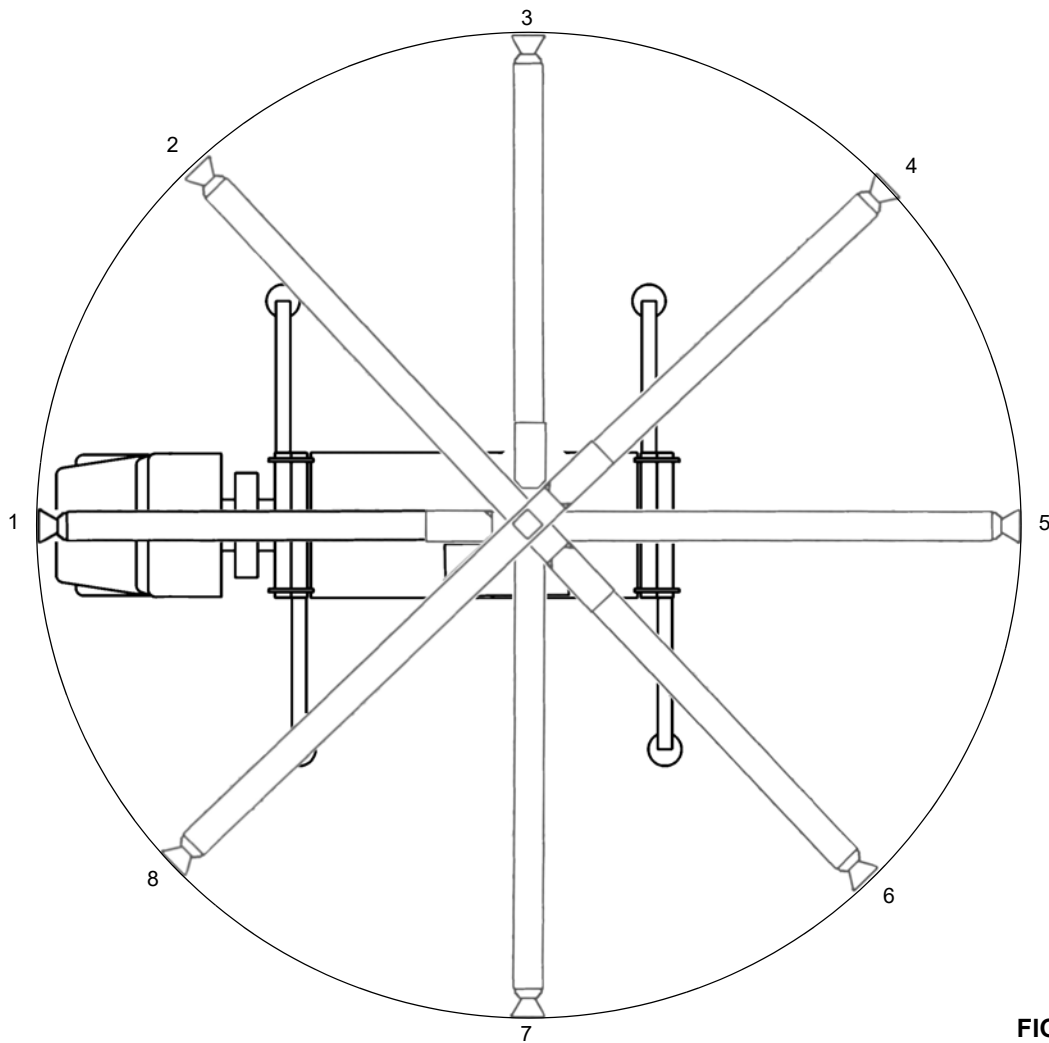

FIGURA 6-8
10. Se a média for inferior a 2 mm (0.090 pol.), repita a medição a cada 45° em torno da área total de trabalho do guindaste (Figura 6-8).